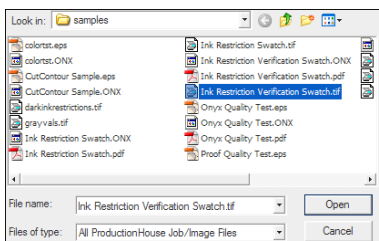

Рис. 7. Открытие изображения
4. В диалоговом окне (см. рис. 7) найдите нужное изображение, выделите его и щелкните кнопку **Открыть**. Изображение будет открыто и перенесено в область «Готовые к печати задания» окна программы.
4. В диалоговом окне (см. рис. 7) найдите нужное изображение, выделите его и щелкните кнопку **Открыть**. Изображение будет открыто в режиме Preflight. Начиная с этого момента, изображение можно изменять.